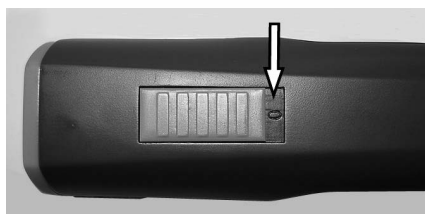

Abb.4 Schiebeschalter in AUS-Position ("0")
1. Die Kontakte der Schermaschine (1) und des Akkus (2) auf Fremdkörper und Verschmutzung überprüfen.
2. Sicherstellen, dass der Schalterschieber der Schermaschine in Position AUS ("0") steht (Abb. 4).
1. Schiebeschalter auf Position "0" schieben (Abb. 4).
2. Die Akkuverriegelung (2) beidseitig nach innen drücken und Akku (1) aus der Schermaschine ziehen.